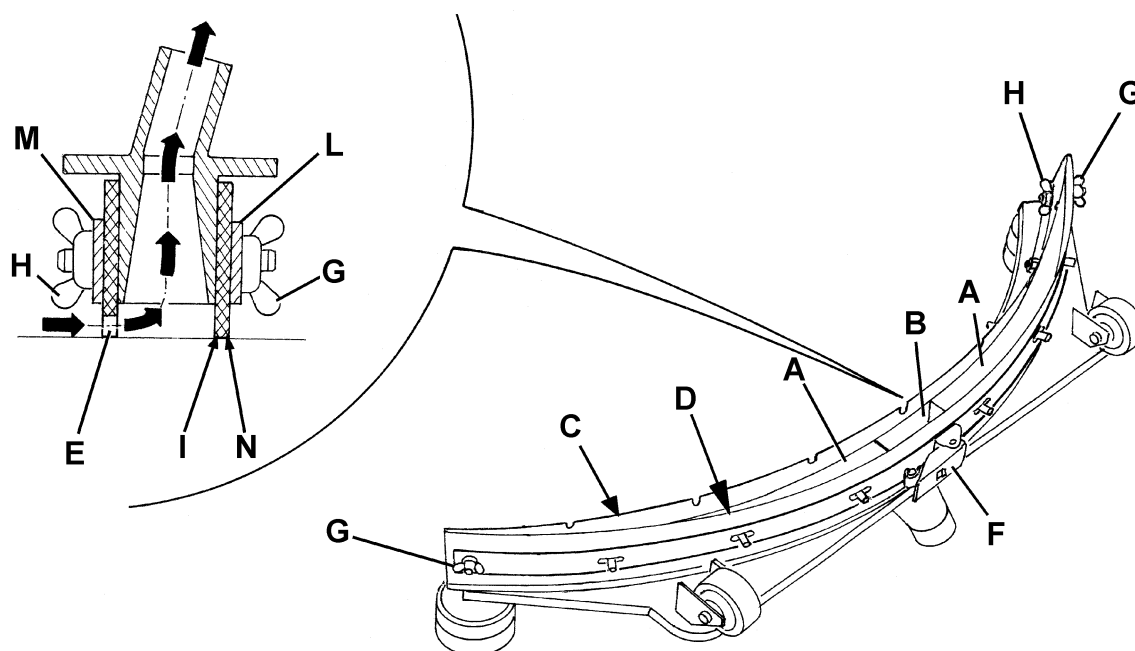

Figure 3
2. Introduire la clé de contact (42) et la tourner sur "I".
3. Baisser l'embouchure (12) en appuyant sur l'interrupteur (36).
4. Tourner la clé de contact (42) sur "0".
5. Déconnecter le tuyau d'aspiration (11) de l'embouchure.
6. Desserrer les boutons (15) et déposer l'embouchure (12).
7. Laver et nettoyer l'embouchure. Nettoyer en particulier les compartiments (A, Fig. 3) et l'orifice (B) de la saleté et des déchets. Contrôler que la lamelle en caoutchouc avant (C) et la lamelle en caoutchouc arrière (D) sont intactes et qu'elles ne présentent pas de coupures ou déchirures ; dans le cas contraire, les remplacer.
2. Contrôler que les bords (E et N, Fig. 3) des lamelles en caoutchouc avant (17) et arrière (18) se posent simultanément sur le plan, et en toute leur longueur ; dans le cas contraire, régler leur hauteur en procédant comme suit :
- Dégager le dispositif de retenue (F), desserrer les écrous papillons (G) et régler la lamelle en caoutchouc arrière (D) ; serrer les écrous et puis engager à nouveau le dispositif de retenue.
- Desserrer les écrous papillons (H) et régler la lamelle en caoutchouc avant (C), puis serrer les écrous.
3. Contrôler que la lamelle en caoutchouc avant (C) et la lamelle en caoutchouc arrière (D) sont intactes et qu'elles ne présentent pas de coupures ou déchirures ; dans le cas contraire, les remplacer en procédant comme suit. Contrôler que l'arête (I) de la lamelle en caoutchouc arrière n'est pas usée ; dans le cas contraire, tourner la lamelle en caoutchouc, en remplaçant l'arête usée avec l'arête qui est encore intacte. Si toutes les arêtes sont usées, remplacer la lamelle en caoutchouc en procédant comme suit :
- Dégager le dispositif de retenue (F), enlever les écrous papillons (G) et la bande de retenue (L), puis remplacer (ou tourner) la lamelle en caoutchouc arrière (D). Pour la repose, procéder dans l'ordre inverse de la dépose.
- Enlever les écrous papillons (H) et déposer la bande de retenue (M), puis remplacer la lamelle en caoutchouc avant (C). Pour la repose, procéder dans l'ordre inverse de la dépose.
4. Installer l'embouchure (12) et serrer les boutons (15).
5. Connecter le tuyau d'aspiration (11) à l'embouchure (12).
6. Si besoin est, régler le bouton de réglage de l'équilibrage (16) de l'embouchure.